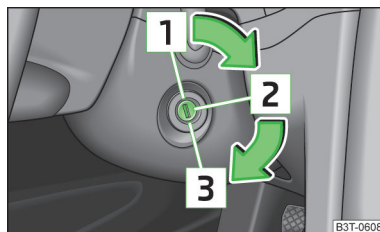

Fig. 122
- Avant le départ, le moteur étant arrêté, la clé de contact doit toujours se trouver en position **2** » fig. 122 à la page 136 (contact mis). Cette position est signalée par des voyants qui s'allument. Si ce n'est pas le cas, cela pourrait entraîner un blocage inattendu de la direction - risque d'accident !
Moteurs à essence » fig. 122
Moteurs Diesel » fig. 122
Si la **direction est bloquée** et que la clé ne tourne pas ou seulement difficilement dans la position **2** » fig. 122, faites tourner le volant dans un sens et l'autre : ceci déverrouille le verrouillage de la direction.
- Mettez le contact  » fig. 122 à la page 136.
Coupez le moteur en faisant passer la clé de contact en position  » fig. 122 à la page 136.